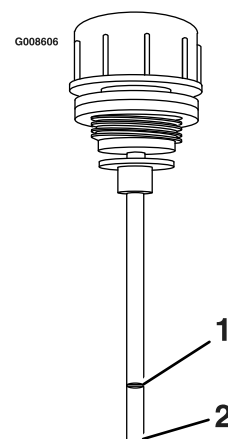

Figure 35
6. Retirez une nouvelle fois le bouchon et contrôlez le niveau d'huile sur la jauge. Voir la Figure 35 pour les niveaux d'huile.